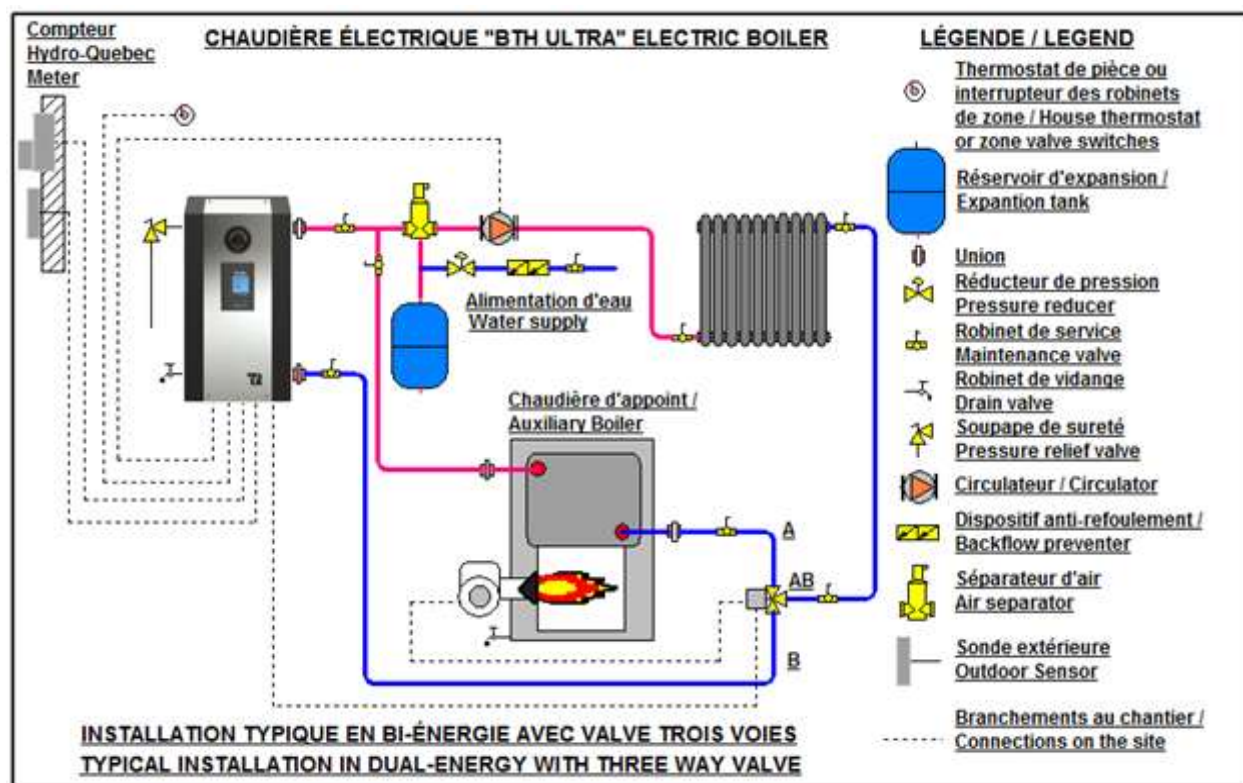

Figure 9 : Installation typique pour une configuration bi-énergie avec valve 3 voies
N.B: Assurez-vous de bien positionner les ports A-B et AB de la valve trois voies (Voir fig. 9).